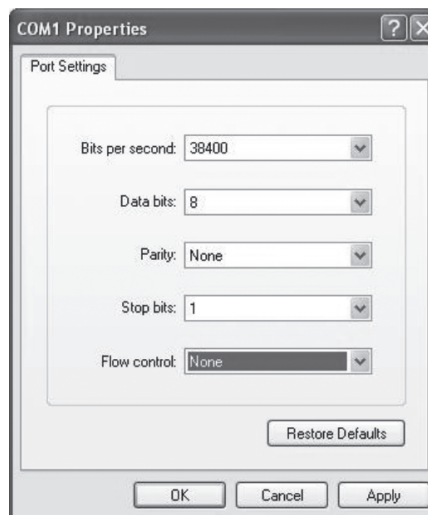

Рисунок 6-7 Настройки порта
5. Произведите настройку порта, который был выбран в пункте выше (см. рисунок 6-7). Установите "Bits per second" в значение "38400", "Data bits" в значения "8", "Parity" – "None", "Stop bits" – "1", "Flow control" – "None" и далее нажмите OK.